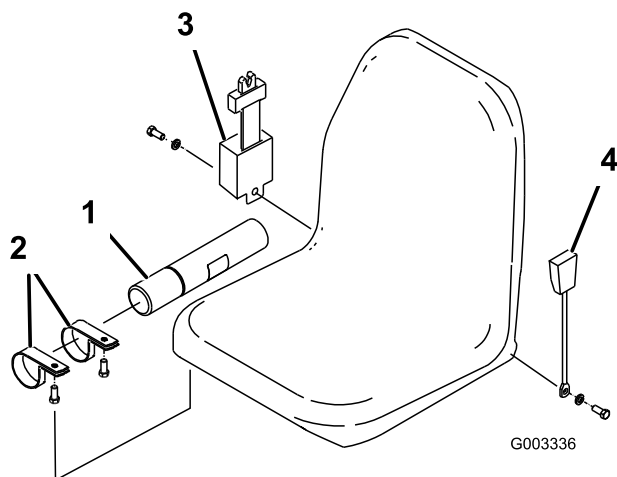

Figura 3
1. Monte el tubo del manual en la suspensión del asiento con las 2 abrazaderas en R incluidas en las piezas sueltas (Figura 3).
2. Instale el cinturón de seguridad en cada lado del asiento con un perno y una arandela de freno, suministrados con las piezas sueltas (Figura 3). El retractor del cinturón de seguridad debe montarse en el lado derecho del asiento, y la hebilla en el lado izquierdo.